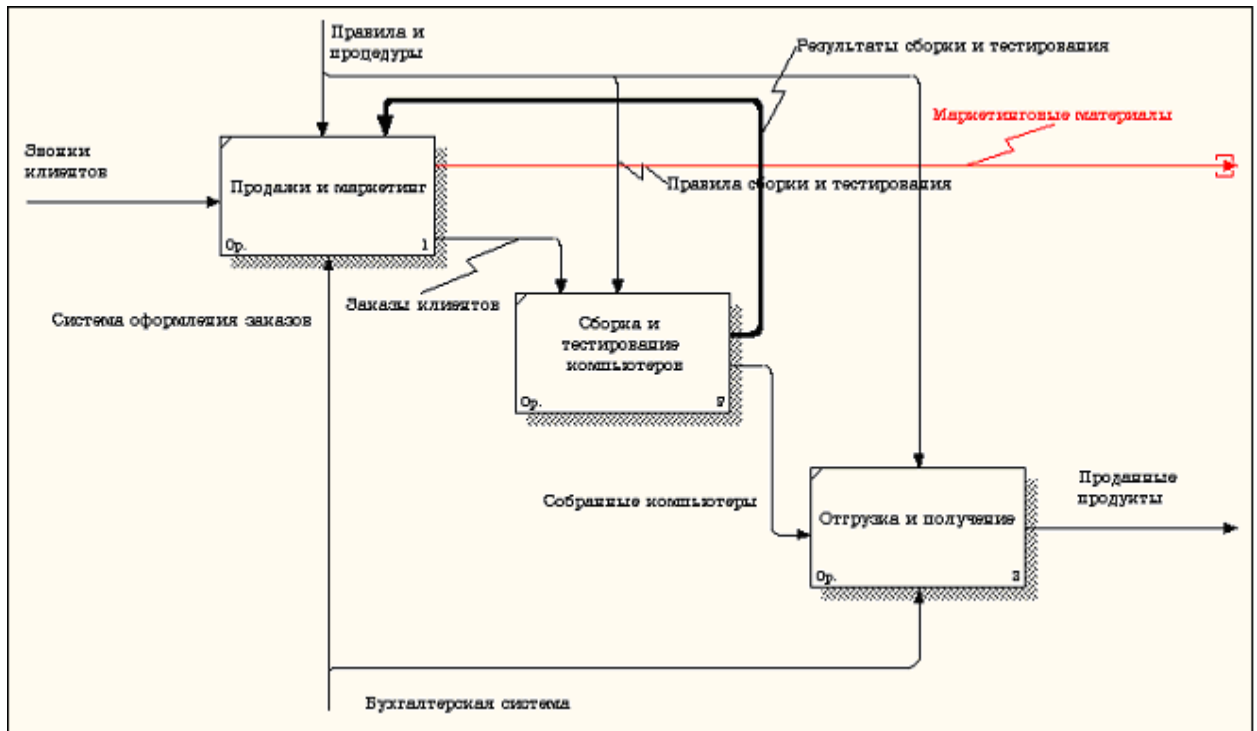

Рисунок 1.23 – Стрелка «Маркетинговые материалы»
9. Создайте новую граничную стрелку выхода «**Маркетинговые материалы**», выходящую из работы «Продажи и маркетинг». Эта стрелка автоматически не попадает на диаграмму верхнего уровня и имеет квадратные скобки на наконечнике  (рисунок 1.23).